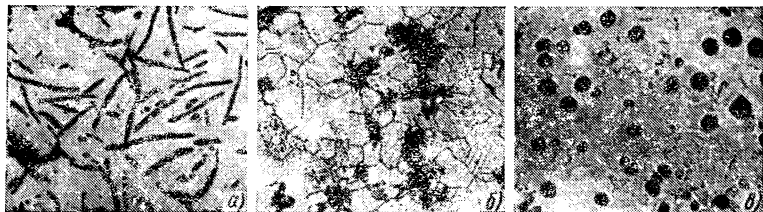

Рис. 13. Структуры чугунов:
«Крепка как сталь». Сколько раз вы слышали такое? Но ни разу не слышали: «Крепок как чугун». Многовековая история чугуна привела металлургов, литейщиков и конструкторов к убеждению, что чугун хорошо воспринимает лишь сжимающие нагрузки. Он хорошо работает на сжатие. Там же, где нужна высокая прочность при растяжении, чугун непригоден. Причина малой прочности чугуна объясняется его природой. Ведь чугун отличается от стали более высоким содержанием углерода. В железе же растворяется лишь часть его. Остальное количество образуют графитовые включения. В структуре обычного серого чугуна эти включения выглядят как удлиненные пластинки, разрезающие железную основу (рис. 13, *а*). Они хорошо видны под микроскопом. Включения пластинчатого графита можно уподобить трещинам в металле, заполненным мягким материалом — графитом. Включения графита и являются концентраторами напряжений. Стоит появиться растягивающему усилию, как чугунные изделия легко разрываются. И причиной такой слабой прочности являются включения пластинчатого графита.
**Ковкий чугун, который не куется.** Опыт показал, что если изделие отлить из белого чугуна (в котором весь углерод находится в связанном состоянии в виде карбида железа) и затем эту отливку подвергнуть длительному отжигу при высокой температуре (выше  $1000^{\circ}\text{C}$ ), то включения графита принимают совсем иную форму. Форма их становится хлопьевидной (рис. 13, б). Эти включения более компактны, они меньше подрезают металлическую основу, и такой чугун оказывается значительно более прочным. Он уже может работать на растяжение. Такой чугун называют «ковким», хотя в действительности он еще не настолько пластичен, чтобы его можно было ковать.
чугун небольших добавок таких веществ, которые обеспечивают выделение графита в чугуне в виде крошечных шариков (рис. 13, в). Чугун с шаровидным графитом получается при вводе в него магния, церия, иттрия, бария. Способствуют этому кремний, кальций и некоторые другие элементы.